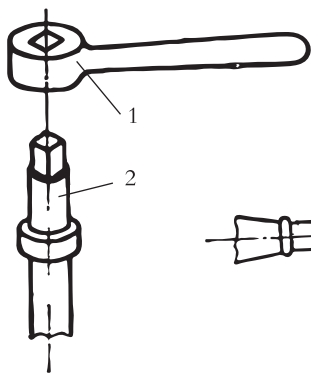

图2-7 拉紧螺杆扳子及其使用
(7) 拉紧螺杆扳子：在立铣头上安装立铣刀时，用来旋紧拉紧螺杆，紧住铣刀（见图2-7）。